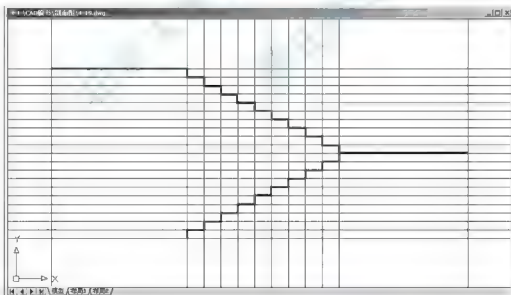

图 4.106 绘制平台板和楼梯段
(1) 将【楼梯】图层设置为当前层, 用【直线】命令绘制平台板和楼梯段, 结果如图 4.106 所示。